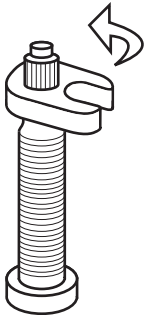

Abb. 48. Zum Entfernen des Ventileinsatzes den Ventilschlüssel gegen den Uhrzeigersinn drehen.
1. Setzen Sie den Bontrager-Ventilschlüssel auf den Presta-Ventileinsatz auf, sodass die Abflachungen im Schlüssel an den Abflachungen im Ventileinsatz anliegen (Abb. 48).